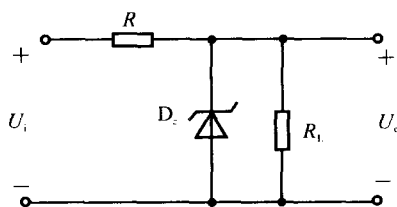

图 1.3.6
1.3.6 要求设计一个稳压二极管稳压电路, 如图 1.3.6 所示, 输出电压为 10 V, 输入电压 U_i 为 (25 ± 5) V, 负载 R_L 变化范围为 $0.5 \text{ k}\Omega \rightarrow \infty$ 。试选择稳压管参数 P_{DZ}, I_{Zmax}, U_Z 及限流电阻 R 数值。
1.3.7 在图 1.3.6 中, 若稳压管的动态电阻 $r_Z = 10 \Omega$, 当 $U_i = (25 \pm 5)$ V 时, 求 ΔU_o 大小。